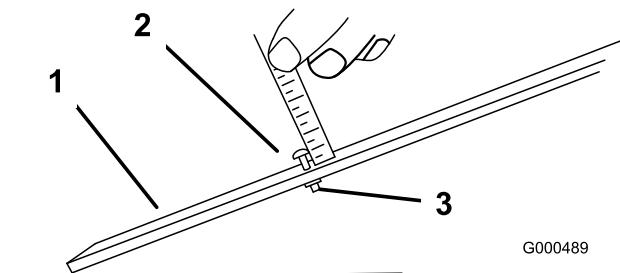

Figure 48
3. Desserrez l'écrou du gabarit (Figure 48) et tournez la vis de réglage de manière à obtenir la hauteur de coupe voulue. L'écartement entre la base de la tête de la vis et la face du gabarit correspond à la hauteur de coupe.